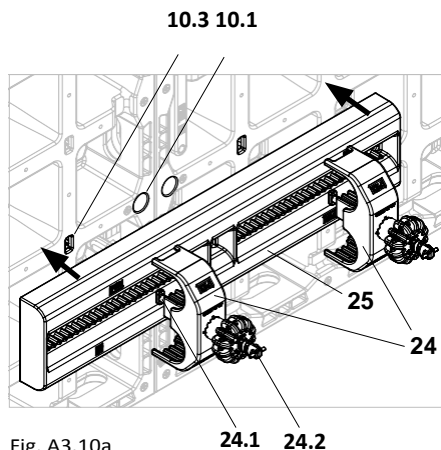

Fig. A3.10a
1. Поставете 2 захващания DUO (24) върху изравняващия ригел DUO 62 (25). (Fig. A3.10a)
2. Закачете захващането DUO (24) в точката за свързване (10.3) на елемента с Т-образния болт (24.1) и завъртете болта на (24.1) 90°. (Fig. A3.10a)
3. Затегнете захващането DUO с ръкохватката DW 15 (24.2). (Fig. A3.10a)